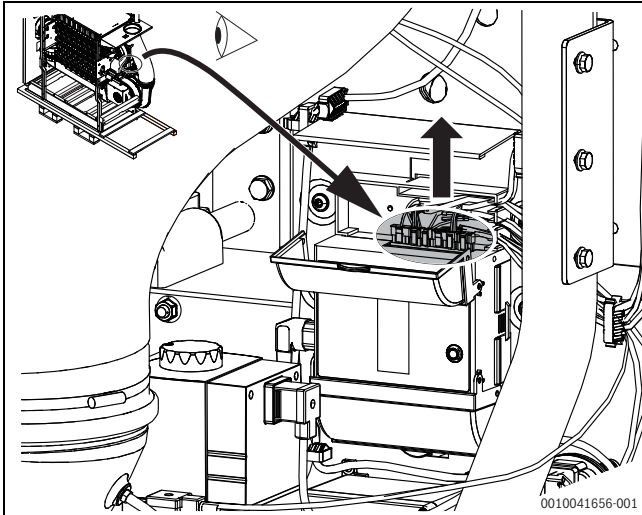

Рис. 6 Отсоединение штекера от автомата горения
- ▶ Откройте верхнюю крышку на автомате горения и извлеките штекер (→Рис. 6).